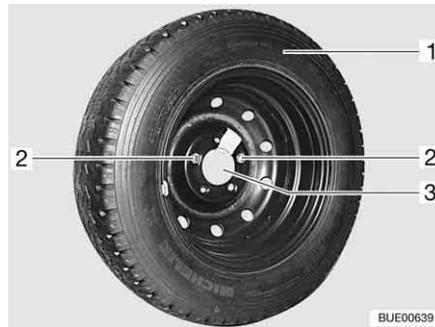

Fig. 249 Supporto per la ruota di scorta nel garage di coda
- Svitare e rimuovere entrambe le viti di fissaggio (Fig. 249,2) con la dotazione attrezzi.
- Rimuovere la ruota di scorta (Fig. 249,1) dal supporto (Fig. 249,3).